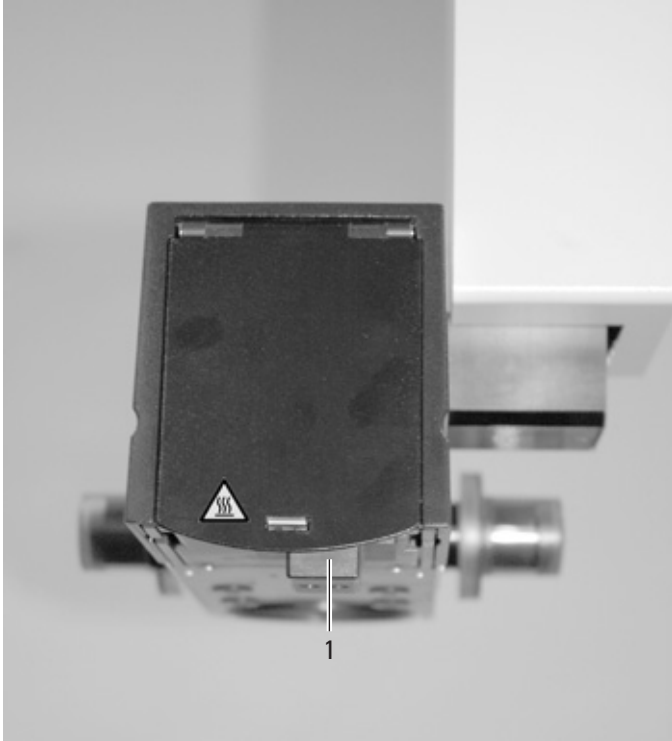

Bild 1
- ⇒ Lampenschnellwechsler (1) auf andere Seite schieben (siehe Gebrauchsanweisung Operationsmikroskop Leica M620) (Bild 1).